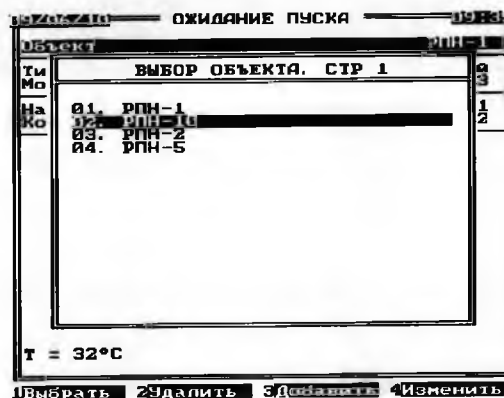

Рис.11.14. Окно списка объектов
11.4.3. Нажать кнопку ВВОД для занесения созданного названия в список. Кнопками ↑, ↓ выделить это название в списке (рис. 11.14) и нажатием кнопки ВВОД поместить его в строку **Объект**.